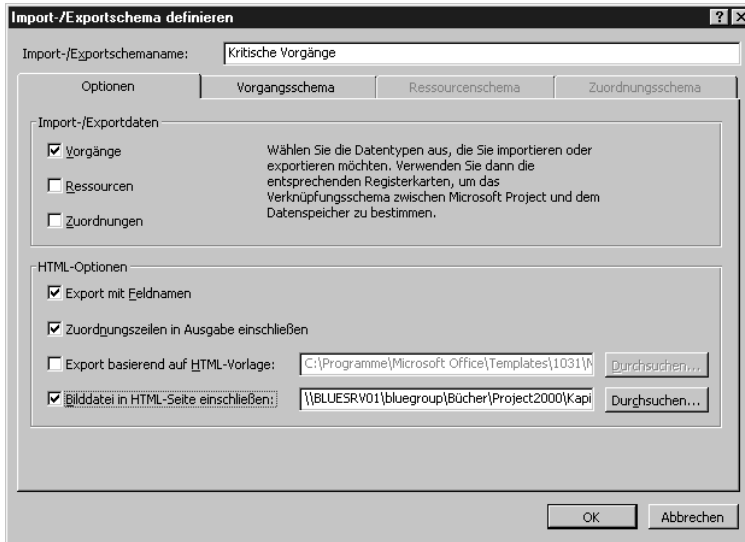

Abbildung 19.18:
9. Überprüfen Sie im Abschnitt HTML-OPTIONEN, ob die Option BILDDATEI IN HTML-SEITE EINSCHLIESSEN aktiviert ist. Wenn Sie diese Option aktivieren, zeigt Project automatisch die Informationen für das Balkendiagrammbild an (siehe Abbildung 19.18).